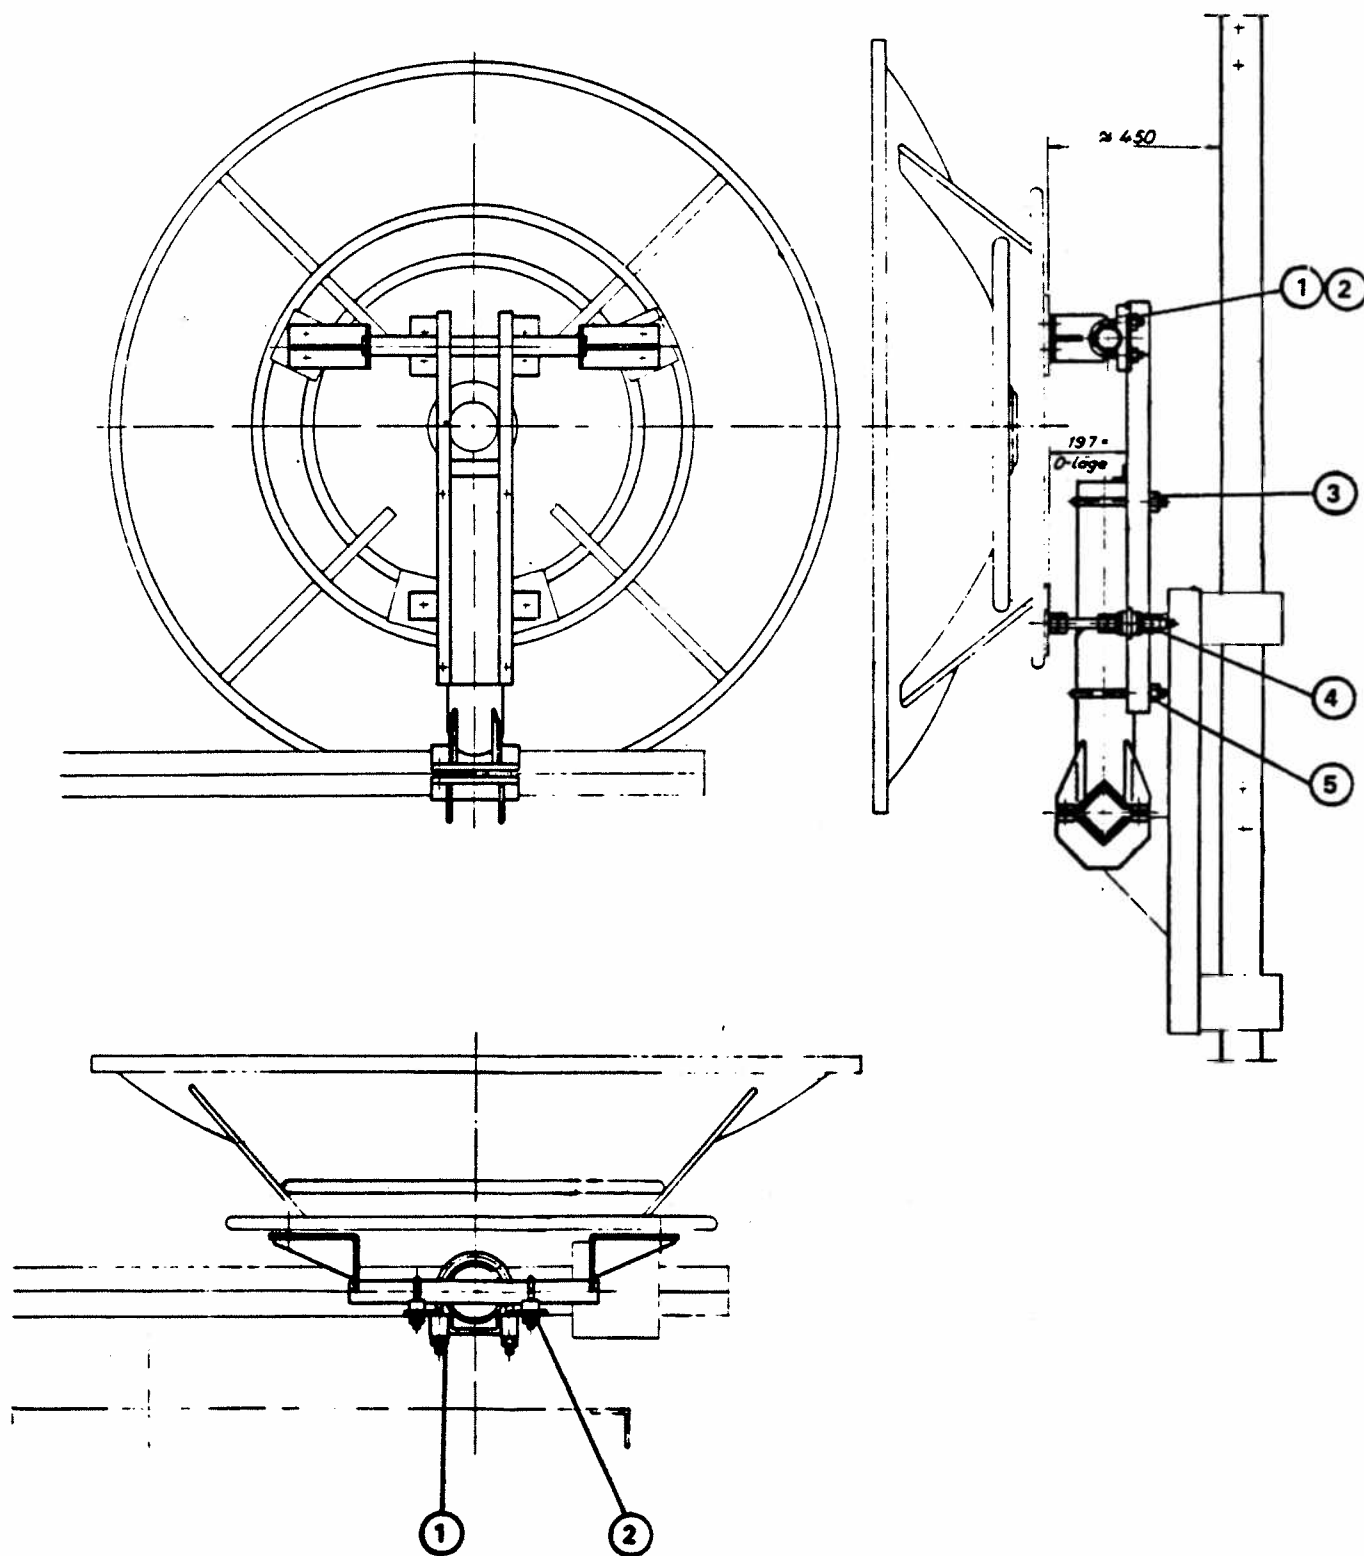

Bild 5. Riktantenn 4/29 med fäste
- Justering i vertikalled, se bild 5.
- Justering i horisontalled, se bild 5.